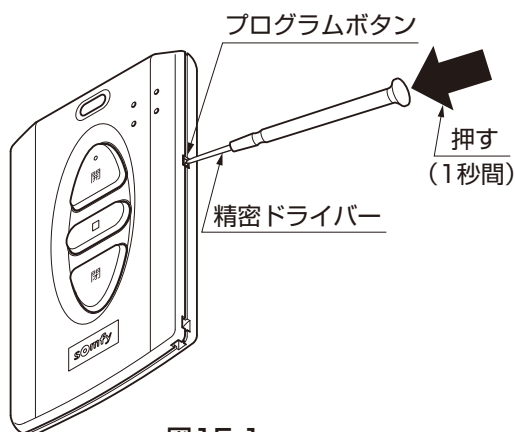

図15-1
- ①登録済みのカードリモコンのプログラムボタンを、シャッターが小さく上下に動くまで、精密ドライバーなどで約1秒押しして再設定してください。（図15-1参照）